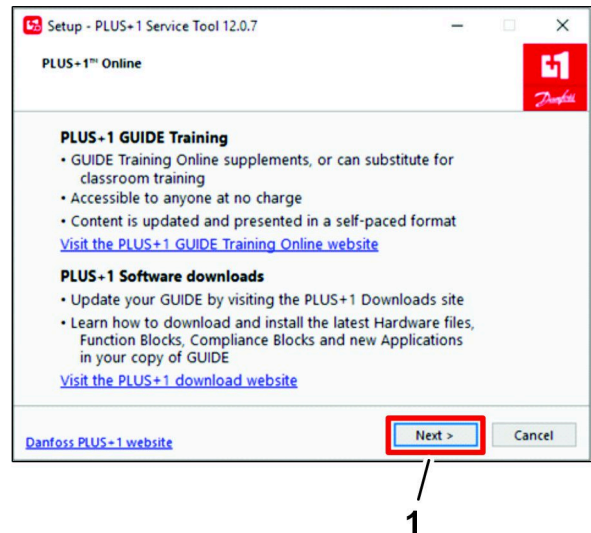

図 24
- Plus+1オンラインダイアログ ボックスで、次へボタン (図 24) をクリックする。